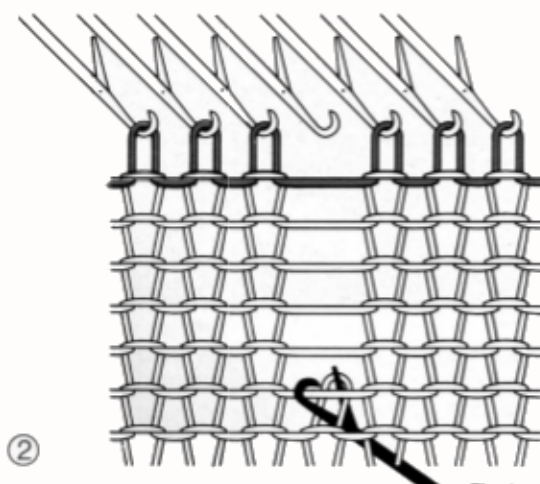

Fig. 219
- Tirer le remailleur vers l'arrière, le fil transversal est pris dans le crochet et passe dans la maille. Une nouvelle maille est formée (fig. 219),